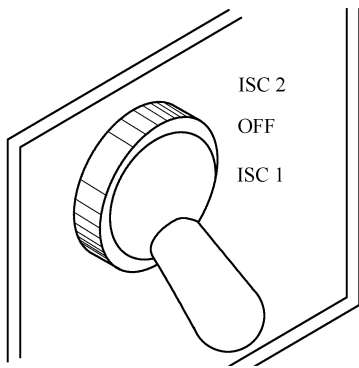

图 5-56 中间转速控制(ISC)开关
(1) 概述
① 中间转速控制(ISC)开关如图 5-56 所示, 如果在接通位置, 指示驾驶员请求使用低怠速与高怠速之间的两个预设速度之一。该开关有 ISC1、断开(OFF)和 ISC2 三个开关位置。